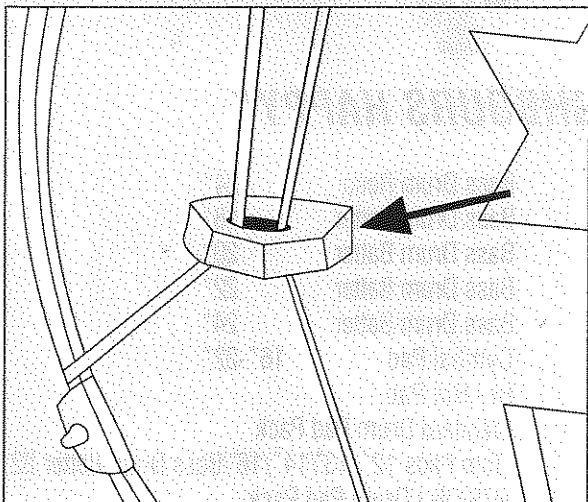

figure 3
The foam holder should fix the drum pad according to the picture. (figure 3)
1. Öffnen Sie den Karton und sortieren Sie Kessel, Rims und Felle (Abb. 3 und 4)